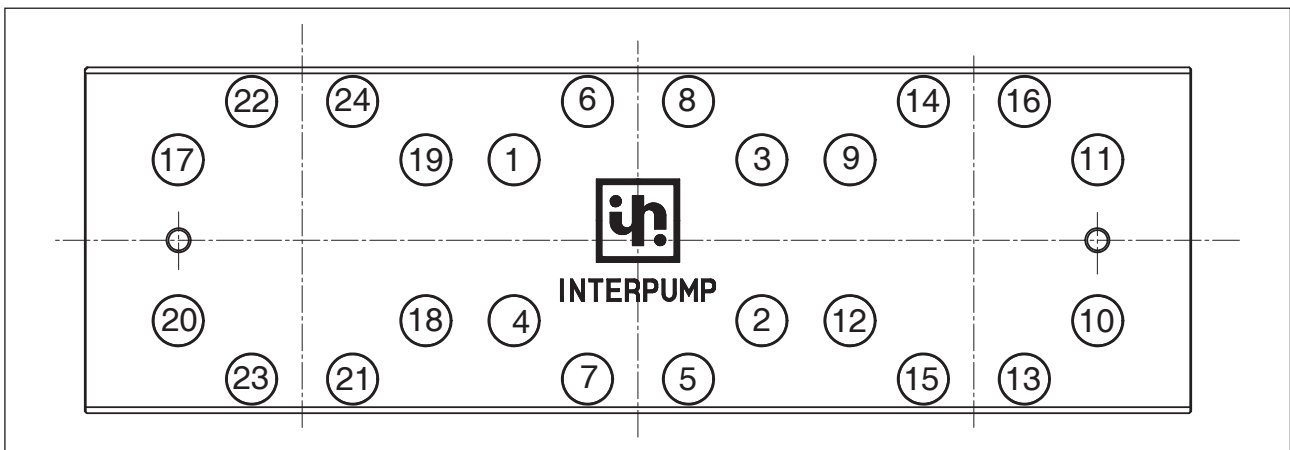

Abb. 197
**Drehen Sie die 24 Schrauben M16 gemäß dem Schema auf Abb. 197 fest.**